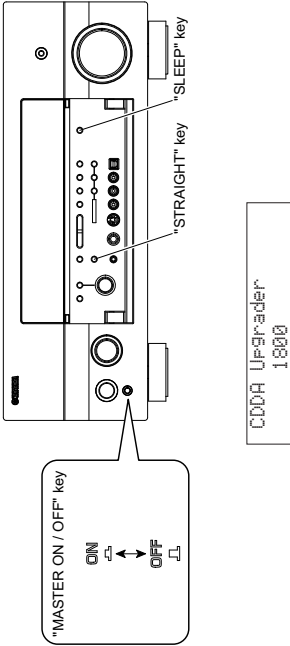

Fig. 17
3. Press the "MASTER ON/OFF" key of the main unit while simultaneously pressing the "STRAIGHT" key of the main unit. Then the ADVANCED SETUP mode is activated. (Fig. 17)
4. Press and hold the "SLEEP" key for about 3 seconds. (Fig. 17)
3. 本機の"STRAIGHT"キーを押しながら"MASTER ON/OFF"キーを押し、アドバンスドセットアップを起動します。(Fig. 17)
4. 本機の"SLEEP"キーを約3秒間押し続けます。(Fig. 17)